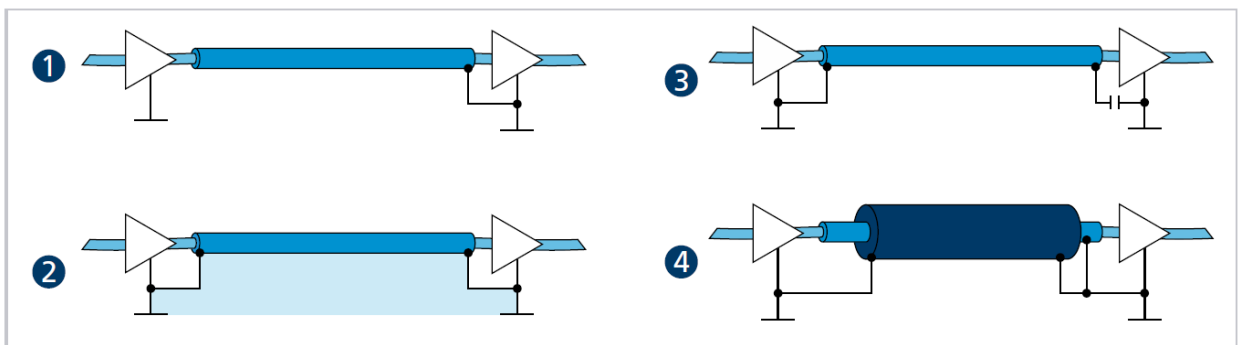

図29 シールド接続の様々なパターン
- ▶ モータのコイル相をシールド内に敷設し、センサおよびエンコーダ信号とは別々にし、少なくともモータ側で接続します。（図29. ①または② 参照）
（例：図29. ④）図29. ②のような接続パターンでは、すべて場合において機能するとは限りません。グラウンドオフセットによってこれが不可能な場合には、特別に適したコンデンサ（参照：図29. ③ Y1/Y2/X1/X2などの安全コンデンサ）を介してRF接続を確立します。モータ側とコントローラ側の接続を除いて、複数回の接続をしないで下さい。